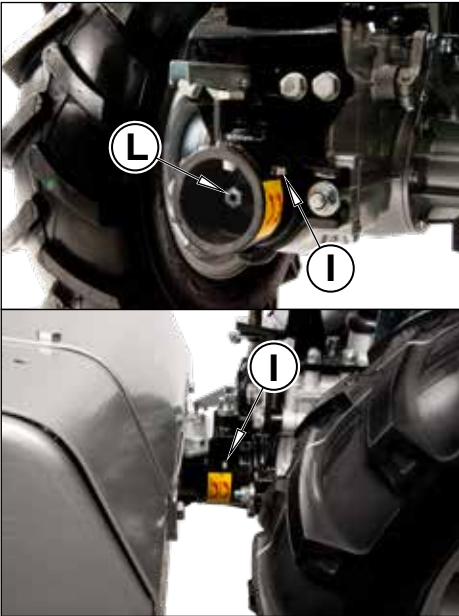

Fig. 23 - Gresörlüklü quick coupling
- 3) Ekipmanları PTO'ya bağlanan çabuk bağlama'nın diğer ekipmanları bağlamak için kullanılan bağlantıyı yağlamak için kullanılan bir yağlayıcı vardır. (I) (Fig.23)